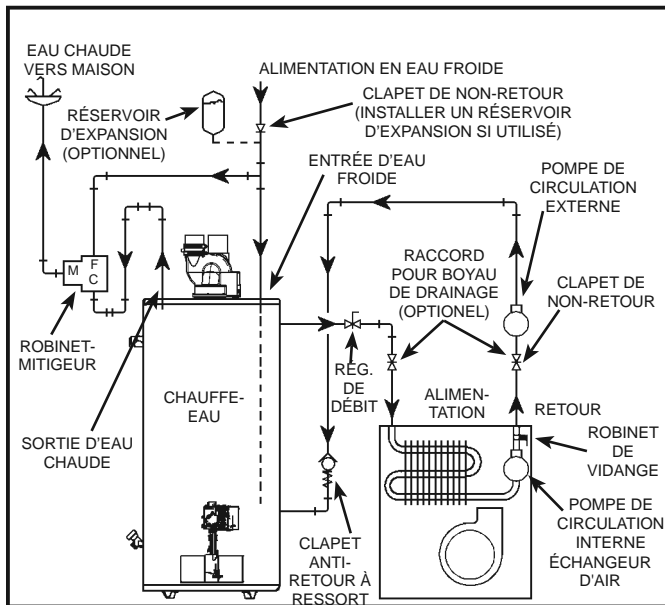
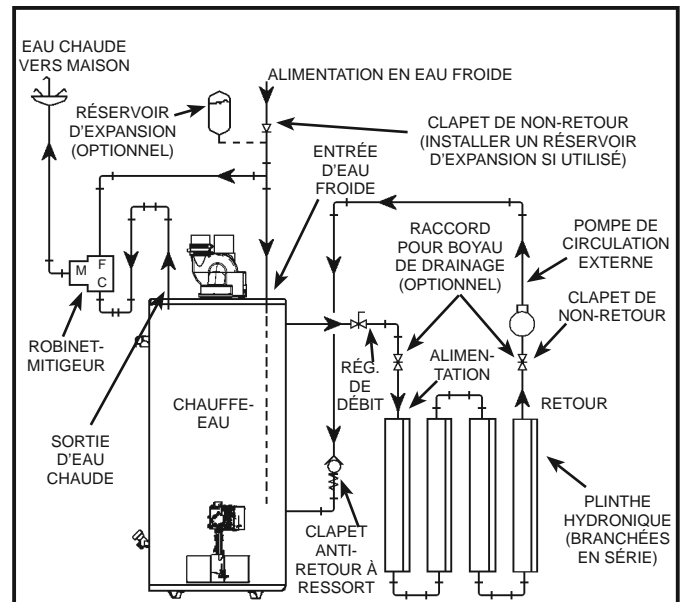

Figure 15.
Figure 16.
8. Les systèmes de chauffage combiné fonctionnent à une température plus élevée que les systèmes réguliers. Dans ce cas, il faut prendre certaines précautions, comme installer une vanne thermostatique sur la canalisation d'alimentation en eau chaude, afin de réduire la température de l'eau du système et ainsi réduire les risques d'ébullition (voir Figure 15 et Figure 16).
- Une fournaise munie d'un échangeur d'air approprié (Figure 15).
- Une boucle de chauffage avec plinthe hydronique à ailettes ou chauffage radiant sous le plancher (Figure 16).